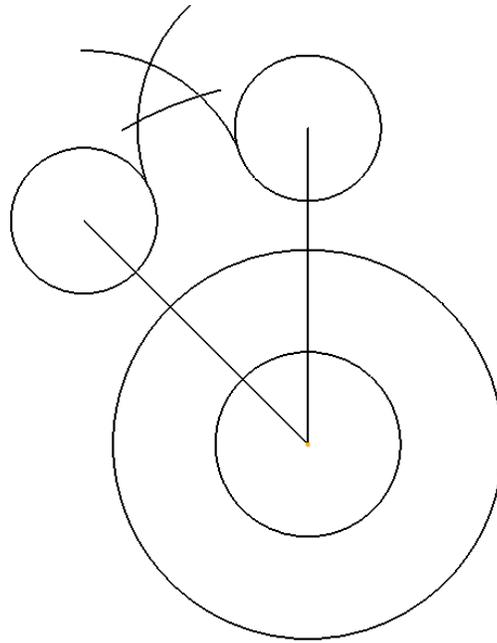

Figura 2.49 Círculo y línea rotadas, arcos creados.
en la ventana de gráficos, aparece el marcador del eje de rotación situado en el origen. Hacer clic en Guardar original para activarlo , introducir 1 en la casilla Número de copias (Copies), introducir un ángulo de rotación de 45 en la casilla Ángulo, pulsar Intro para rotar los objetos (Figura 2.49). Cerrar el formulario haciendo clic en .
- Crear un arco a través del centro, radio y tramo . Hacer clic en el centro del círculo situado en X 0 Y 65 y arrastrar el cursor hasta el borde más próximo del círculo recién duplicado, cuando aparezca la etiqueta Activado y R:35 hacer clic, arrastrar el cursor en sentido horario hasta un ángulo aproximado de -65° y hacer clic (Figura 2.49).
- Crear un arco a través del centro, radio y tramo . Hacer clic en el centro del círculo duplicado y arrastrar el cursor hasta el borde más próximo del círculo situado en X 0 Y 65, cuando aparezca la etiqueta Activado y R:35 hacer clic, arrastrar el cursor en sentido antihorario hasta un ángulo aproximado de 65° y hacer clic (Figura 2.49).
Crear un arco a través del centro, radio y tramo . Hacer clic en el centro del círculo ubicado en X 0, y arrastrar el cursor fuera del arco tangente al círculo ubicado en X 0 Y 65 hacer clic cuando muestre R:75, arrastrar el cursor en sentido antihorario hasta atravesar el otro arco y hacer clic (Figura 2.49). Es importante que este arco atraviese a los arcos creados previamente.